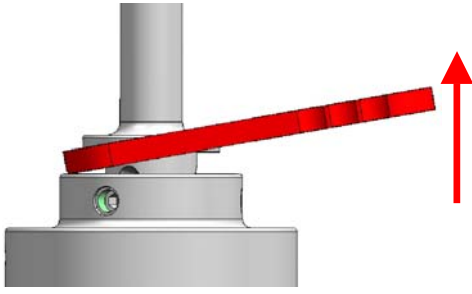

Fig. 5
2. Messergehäuse nach vorne, von der Steuereinheit wegziehen. Bei kleinen Durchmessern und/oder kurzen Längen sollte der SOLO-Schlüssel zur Demontage verwendet werden (Fig. 5).
2. Pull the blade housing forward, away from the tool head. By small diameters and/or short length, use the SOLO key for disassembly (Fig. 5).